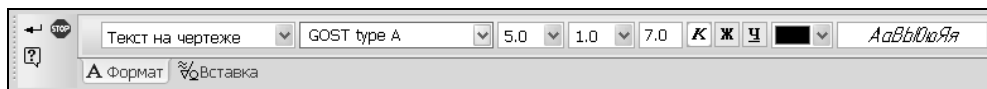

Рис. 1.108. Вкладка **Формат** панели свойств **Ввод текста**
3. После задания точки привязки текста система перейдет в режим тестового редактора: в окне документа над точкой привязки появится ограниченный тонкими линиями прямоугольник, внутри которого будут помещаться текстовая надпись и текстовый курсор. Обратите внимание на то, как изменилось содержание панели свойств (рис. 1.108). На вкладке **Формат** находятся: